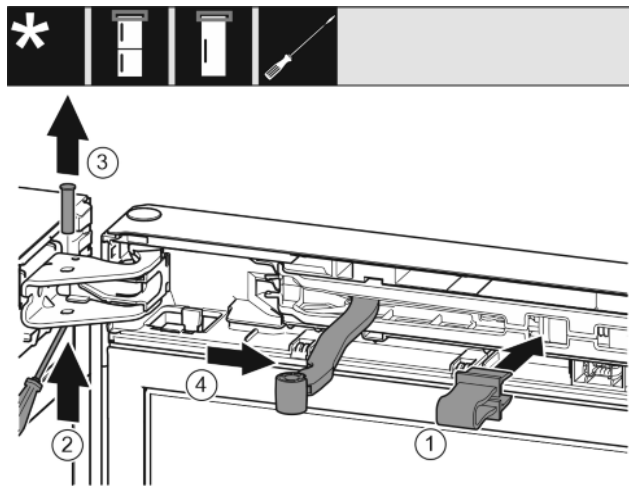

Fig. 7
- Introduire l'arrêtoir dans l'ouverture. Fig. 7 (1)
- Desserrer le boulon avec un tournevis. Fig. 7 (2)
- Sortir le boulon par le haut. Fig. 7 (3)
- Tourner l'articulation en direction de la porte. Fig. 7 (4)